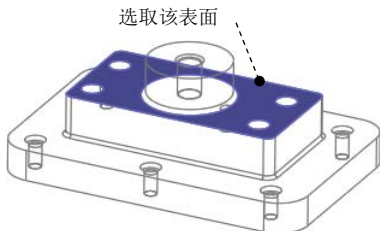

图 4.1.23 选择曲面参考
Step4. 再次选择 **制造** 功能选项卡 **制造几何** 区域中的  **钻孔组** 命令, 系统弹出“钻孔组”对话框。在“钻孔组”对话框中选择 **规则: 曲面** 选项, 在图形区选取图 4.1.23 所示的参考模